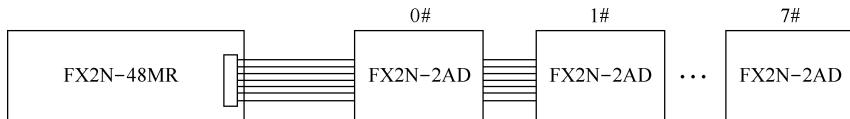

图 6-6 8 个特殊功能模块连接
4) 一个 PLC 的基本单元最多可连接 8 个特殊功能模块, 如图 6-6 所示。多个特殊模块相连接时, PLC 的特殊模块的位置是由特定的位置编号的。编号原则是从基本单元最近的模块算起, 有近到远分别是 0#、1#、…、7#, 如图 6-6 所示。